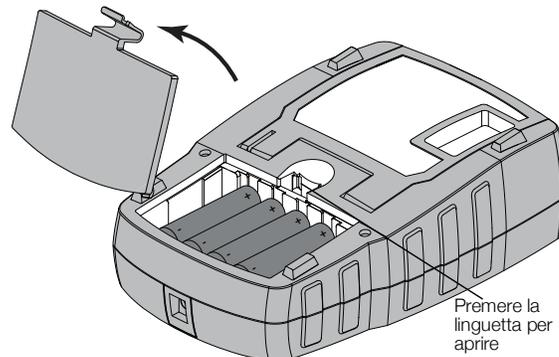

Figura 2
- 1 Premere la chiusura a scatto sul retro della stampante per aprire il coperchio del vano batterie. Vedere la Figura 2.
- 2 Inserire le batterie rispettando le polarità indicate sulle batterie stesse (+ e -). Vedere la Figura 2.